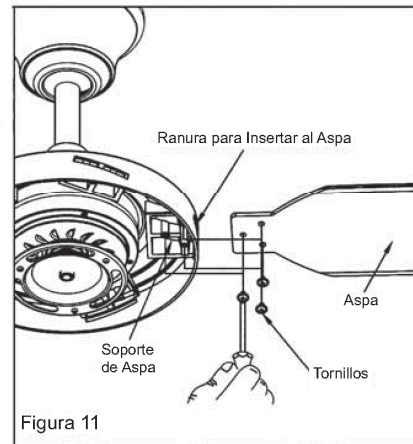

Figura 11
1. Inserte el aspa a través de la ranura de la rueda giratoria central (Figura 11).